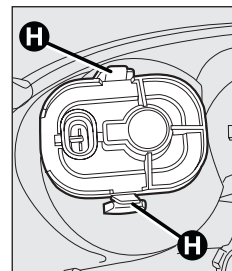

fig. 24
- pour remplacer le feu antibrouillard arrière décrocher les pinces **H** **fig. 24**, retirer la protection et remplacer la douille à "baïonnette".